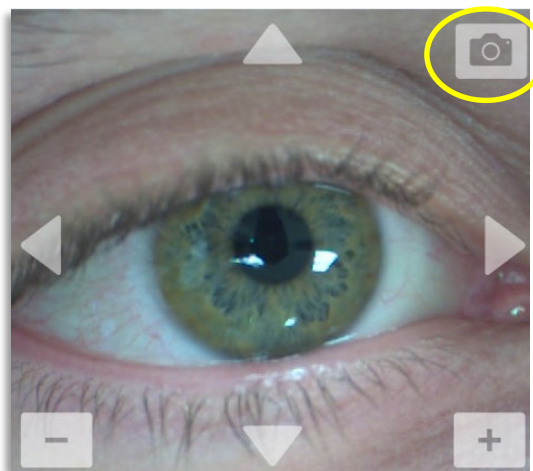

Figura 3-31. Captura de imágenes
- Para capturar una imagen, seleccione el botón de la cámara en la esquina superior derecha de la imagen del ojo, tal como se muestra en la figura 3-31.